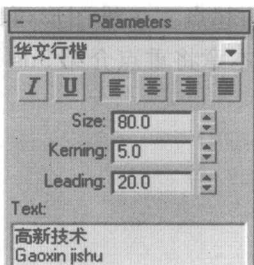

图 1.1.2 文本参数命令面板
(1) 打开 C:\3DMAXTK\SCENES\ONE-1.MAX 文件。
(2) 选择工作窗口中的 Front 前视图,单击右下角的最大化显示按钮 ,将整个工作区定为前视图,单击鼠标左键选择前视图中的 Text 01 文本“高新技术”。
(3) 在右侧命令面板中选择  修改命令选项卡,在修改命令面板中选择 Parameters 参数设置,在 Text 文本框的“高新技术”文字下行输入“Gaoxin jishu”,设置文字字体为“华文行楷”,文本对齐方式为“两端对齐”,字号 Size 为 80,字间距 Kerning 为 5,行间距 Leading 为 20,如图 1.1.2 所示。